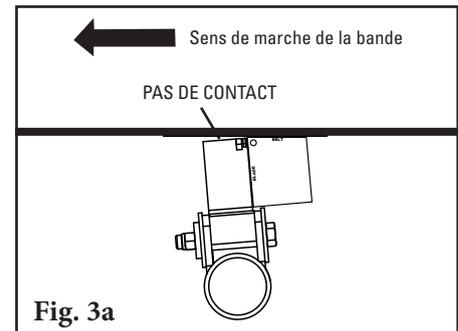
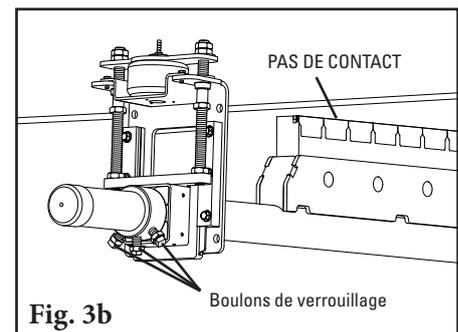

Fig. 3a
Fig. 3b
3. **Réglez l'angle de la lame.** Centrez l'axe/les lames sur la bande. Faites tourner l'axe jusqu'à ce que la lame soit inclinée de 5° à l'aide du gabarit de réglage fourni (Fig. 3a). Serrez les trois boulons de verrouillage sur chaque montage de l'axe de torsion pour fixer l'axe en place. La meilleure pratique consiste à serrer le boulon central avant de serrer les boulons extérieurs pour s'assurer que tout soit fixé (Fig. 3b). Lors du blocage de l'axe, veillez à ce que les lames ne touchent pas la bande. En cas de contact, vérifiez à nouveau la dimension mesurée à l'étape 1.